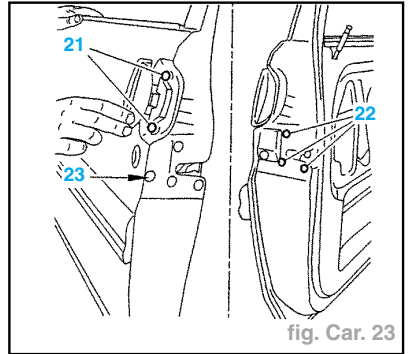

fig. Car. 23
- Percer les rivets (15) avec un foret diamètre **6 mm**.
- Déconnecter le connecteur (16).
- Déposer les écrous (12) et (13) (guide galet).
- le rétro extérieur (vis (18)),
- le guide vitre (vis (17) et écrou (14)),
- les lèche-vitre (19) intérieur et extérieur,
- le joint de coulisse (20).
- Percer les rivets (21) avec un foret diamètre **6 mm** (fig. Car. 23).